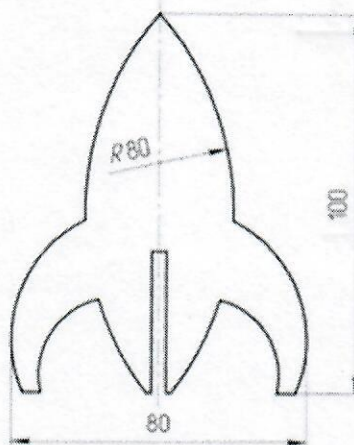

Рис. 2. Деталь изделия «Брелок»
Примечание. В изделии «Брелок для ключей» используется фанера толщиной S3. См. вариант образца изделия на Рисунке 1. Две детали соединяются благодаря двум пазам. Одна из деталей брелка представлена в этом ТЗ (см. Рисунок 2). Отверстие под ключи в этой детали необходимо разработать (диаметр отверстия и его расположение). Габаритные размеры изделия: 100X80 мм (высота и ширина изделия), при этом S3. Предельные отклонения размеров  $\pm 1$  мм.
- Изобразите эскиз ответной детали (см. Рисунок 2), самостоятельно разработав отверстие и его расположение, с проработанными элементами художественного и дизайнерского решений изделия, при этом криволинейный контур постройте с помощью циркуля (эскиз разместите на дополнительном разлинованном листе);